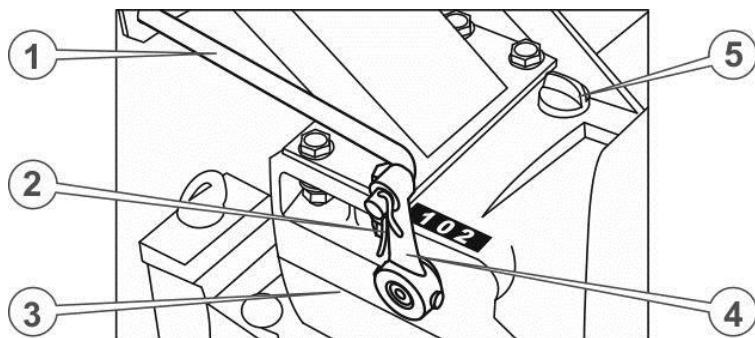

Рисунок 8. – Коробка перемикання передач (КПП)
28. Встановити важіль перемикачів передач, протягнувши його через вушко на кермі та вставивши кінцевим загином в отвір у коромислі на коробці перемикачів передач (див. рисунок 8.), зафіксувати важіль шпінтом.